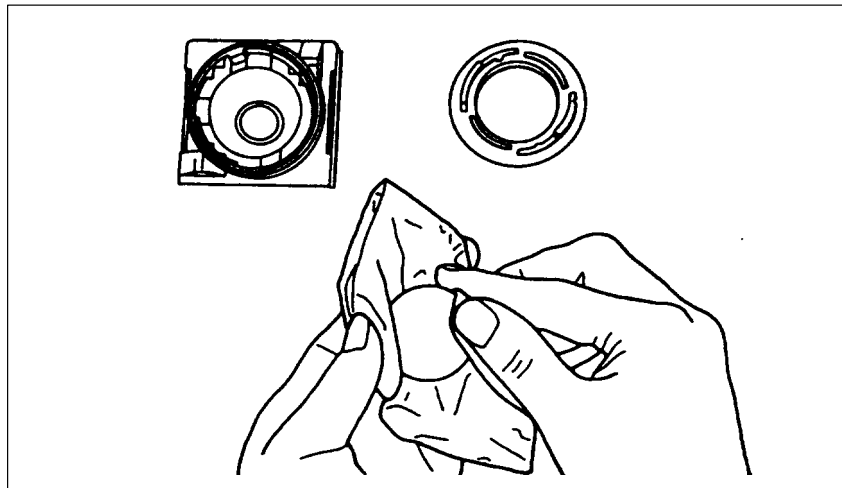

Bild 2-14 Reinigung der Rollkugel
4. Säubern Sie die Kugel mit Leitungswasser, dem Sie ein mildes Reinigungsmittel zusetzen können (Bild 2-14).